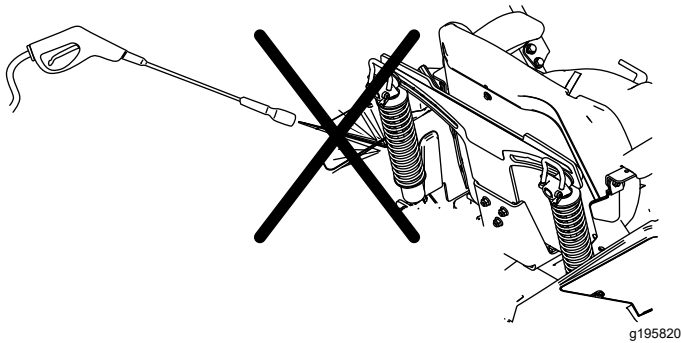

Figure 71
**Remarque:** Ne nettoyez pas les amortisseurs au jet d'eau sous pression (Figure 71).